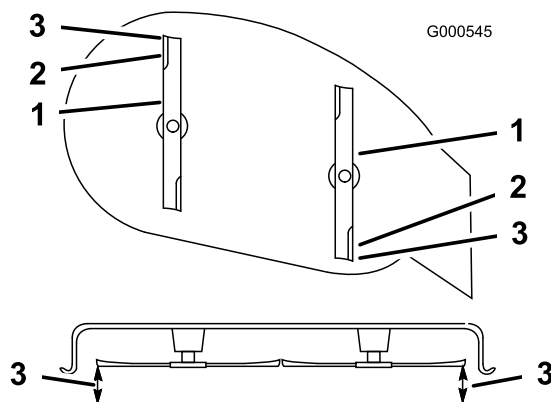

Figura 41
5. Impostate l'altezza di taglio alla posizione **D** (76 mm), e fate girare con cautela le lame in modo che siano disposte longitudinalmente (Figura 41).
6. Misurate il valore dalla punta della lama anteriore e dalla punta della lama posteriore alla superficie piana (Figura 41). Se la punta della lama anteriore non è inferiore alla punta della lama posteriore di 1,6–7,9 mm, regolate il dado di bloccaggio anteriore.
9. Una volta effettuata la regolazione, ricontrollate l'inclinazione longitudinale. Continuate a regolare il dado finché la punta della lama anteriore non è più bassa di 1,6–7,9 mm rispetto a quella posteriore (Figura 41).